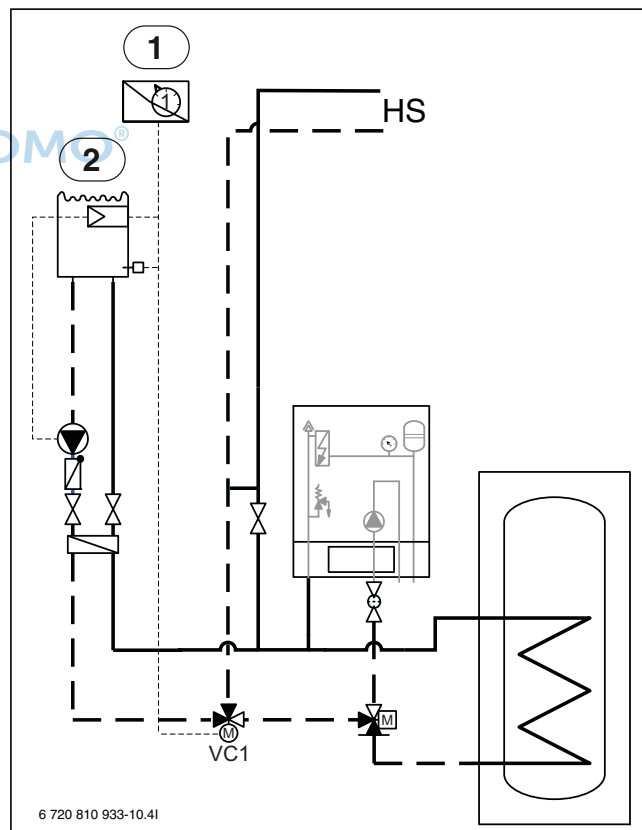

Bild 11 Beispieldarstellung für Pool-Installation
- Pool-Mischer im Rücklauf zur Inneneinheit montieren (→ [VC1] Abb. 11).